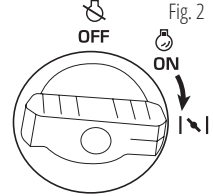

Fig. 2
4. Tournez l'interrupteur du moteur multifonctionnel sur la position  « Régistre d'air » (Fig. 2).
6. Tournez l'interrupteur du moteur multifonctionnel sur la position « ON » (Fig. 2).